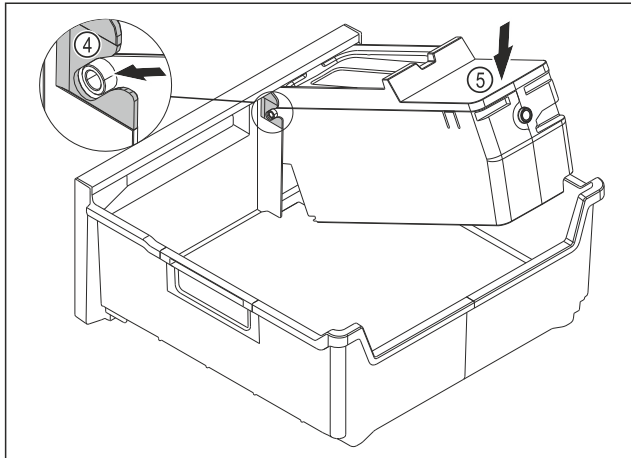

Fig. 140
- ▶ Montaż korpusu EasyTwist-Ice: Wsunąć osie korpusu EasyTwist-Ice w prowadnice Fig. 140 (4).
- ▶ Docisnąć korpus EasyTwist-Ice Fig. 140 (5) z tyłu do dołu.